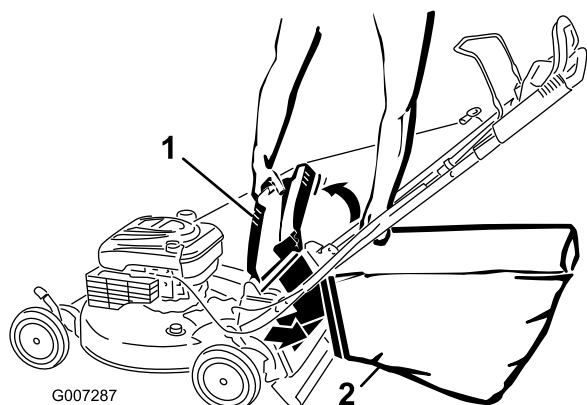

Figura 22
4. Appendete il bordo superiore anteriore del cesto di raccolta sulle apposite tacche (Figura 22).